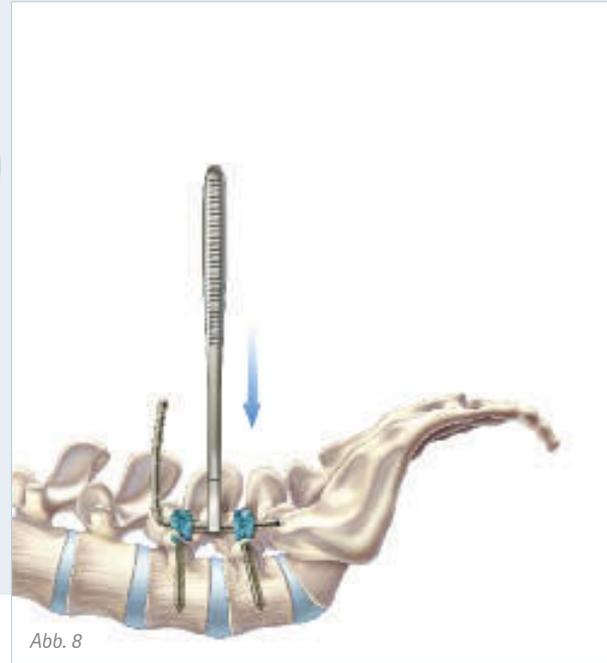

Abb. 8
- Die flexible Biegeschablone (FW185R) dient als Hilfsmittel für ein genaues Stabbiegen sowie zur Feststellung der richtigen Stablänge (Abb. 8).